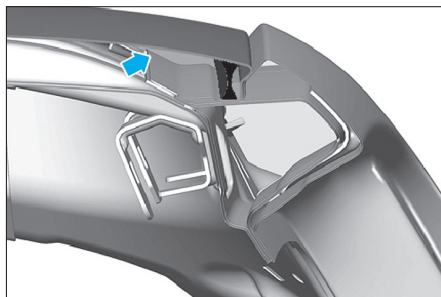

FIG. 90
- Sur les hauts de caisse, procéder à une étanchéité parfaite entre le cordon de colle et la carrosserie (Fig.90).